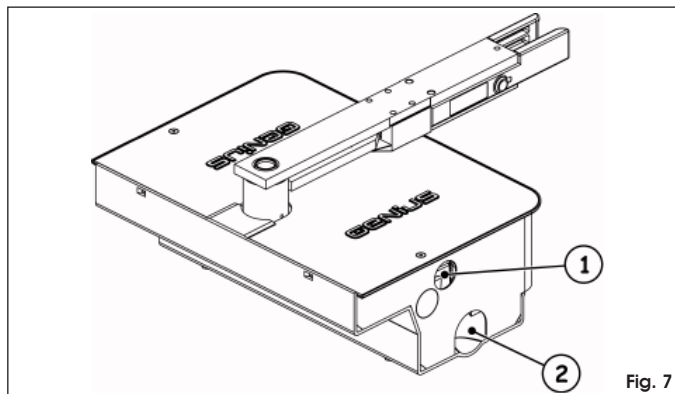

Fig. 7
6. Leg een pvc-buis met een doorsnede van 35 mm aan, voor de 4-polige elektriciteitskabel, tot aan de elektronische bedieningsapparatuur (Fig 7 ref. ①). Daarnaast wordt aangeraden een draineerbuis voor regenwater aan te leggen tot aan het dichtstbijzijnde afvoerkanal (Fig. 7 rif. ②).